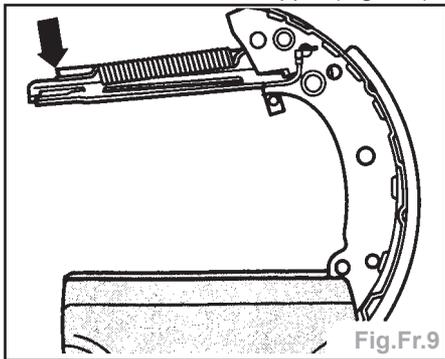

Fig.Fr.9
- Décrocher le ressort d'appui (Fig.Fr.9).